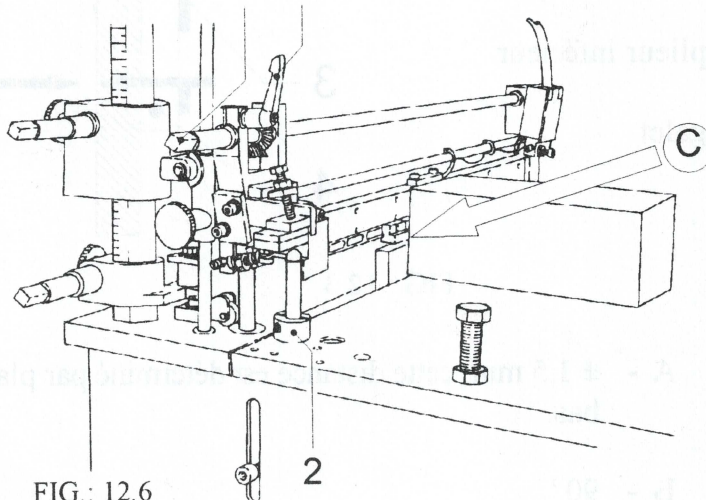

FIG.: 12.6
- 2.2 Tourner la machine à l'aide du volant jusqu'à ce que la barre de scellage arrive dans sa position la plus basse. Desserrer la manivelle [8, FIG.: 12.6] et tourner la barre de scellage avec l'arbre [7] jusqu'à ce que la face de scellage arrive à demi-hauteur de produit [C, FIG.: 12.6]. Resserrer la manivelle [8].